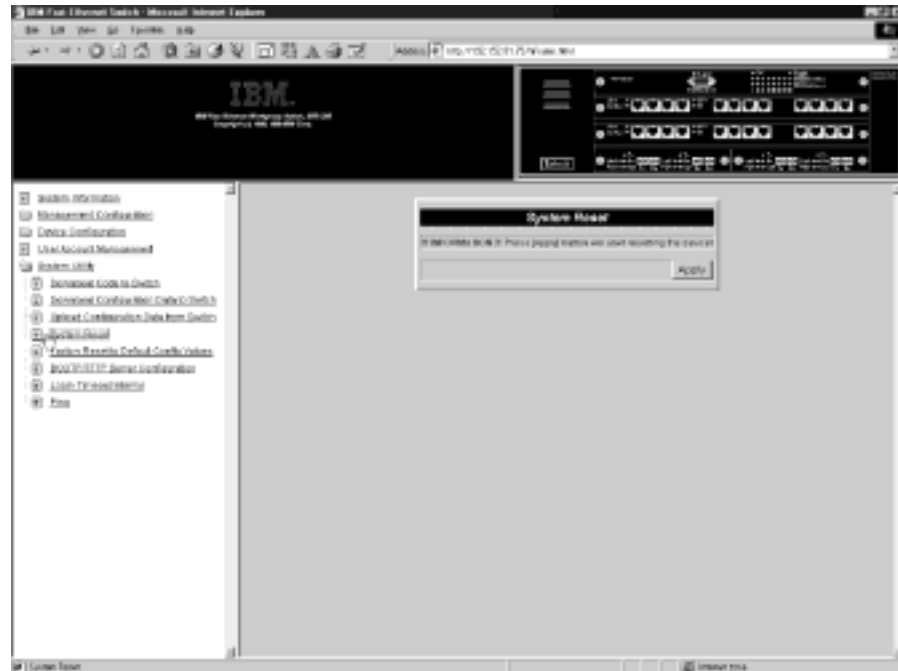

Abbildung 5-21. Anzeige "System Reset"
Nach Auswahl dieser Option wird die Anzeige "System Reset" aufgerufen, die in Abb. 5-21 dargestellt ist. Mit dieser Option können Sie den IBM 8275 in Grundstellung zurücksetzen, ohne ihn auszuschalten. Dieser Vorgang dauert ungefähr 10 Sekunden.
Schritt 2. Wählen Sie erneut **Apply** aus, wenn die Anzeige mit der Warnung ausgegeben wird, die in Abb. 5-21 dargestellt ist.